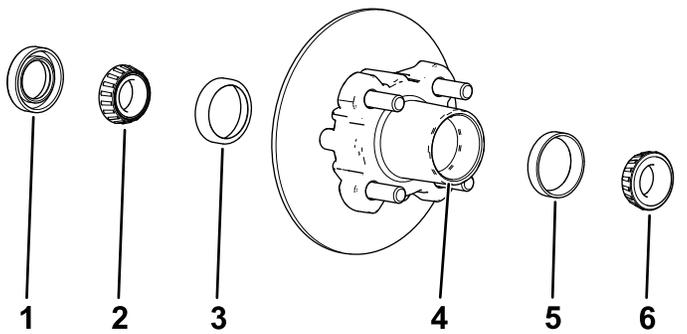

図 32
1. ハブから外側のベアリングとベアリングレースを取る 図 32。
2. ハブから、シール、内側のベアリングを外す 図 32。
5. ハブについているグリス、ごみなどをきれいに取り除く 図 32。
7. キャビティの50-80 %程度にグリスを詰める 図 32。
8. ハブの内側に内側ベアリングを取り付け、シールをはめる 図 32。